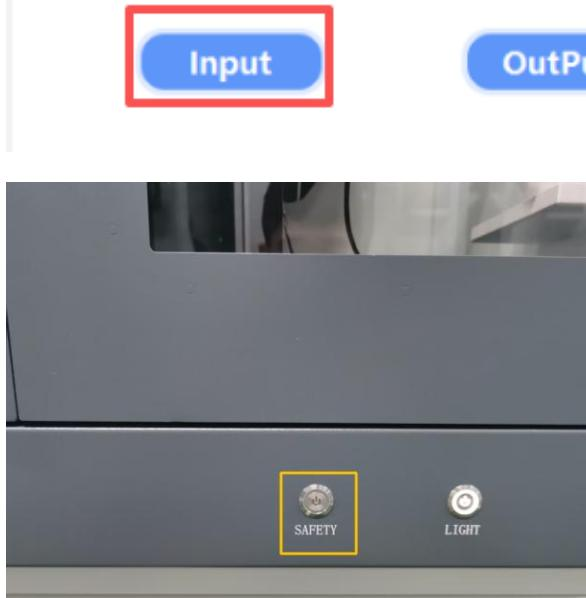

图 10. 上图:进样开关, 红框所示;下图:黄框所示为门锁熄灭状态(点亮时门锁为绿色)。
1.2.1 上样传输：将准备好的样品放在设备外围的上样台，点击“Transporting of sample”栏的“Input”选项，设备会自动将样品运输到设备测试位置，关闭设备铅门，门锁(“SAFETY”，以下称：门锁)为熄灭状态，如图 10 下图。